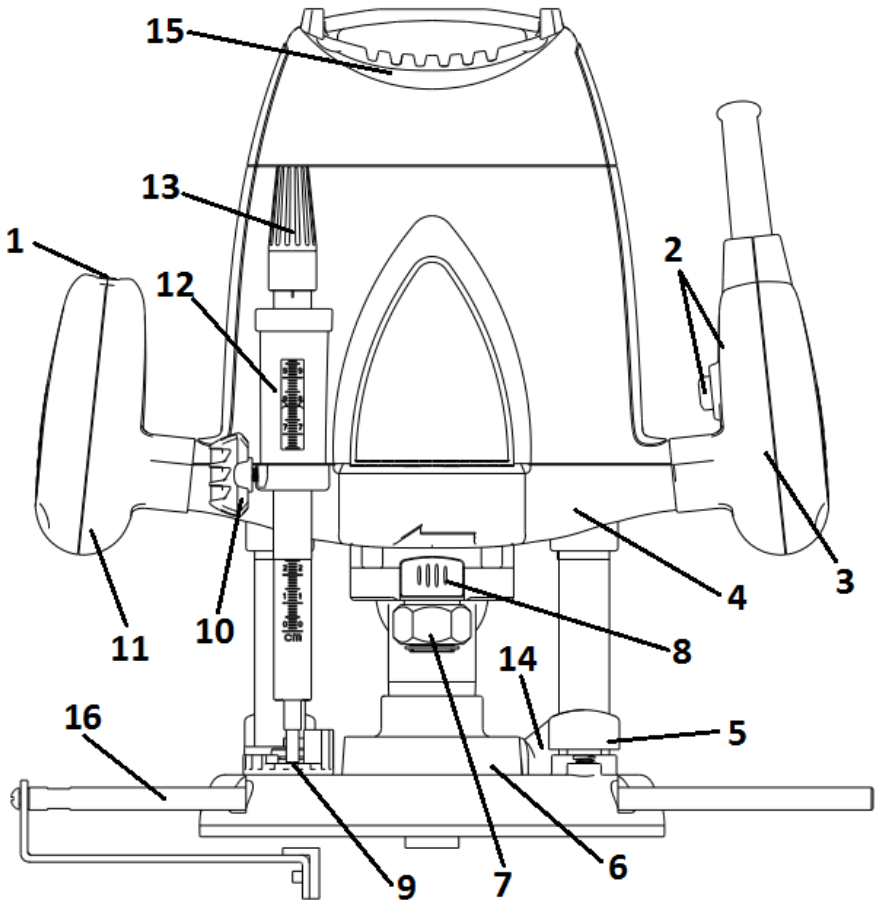

Рисунок 1
Фреза фіксується та самоцентрується по циліндричній поверхні хвостовика при затягуванні патрону (7) (рис.1) гайковим ключем з комплекту. Контроль глибини фрезерування здійснюється за шкалами (12) та (13), при цьому механізм має достатній вертикальний хід.
Ступеневий упор (9) (рис.1), з опорними поверхнями, які слугують для обмеження глибини фрезерування, має можливість повороту навколо своєї осі, що дозволяє ступінчасто та швидко змінювати глибину фрезерування.
Швидкість обертання шпинделя змінюється в широких межах маховичком регулятора (1, рис. 1). При використанні виробу не докладайте зайвих зусиль. Надмірні зусилля від подачі перевантажує механізм і двигун, що прискорює можливість виходу виробу з ладу та знижує продуктивність.
- перевести обмежувач глибини фрезерування (12, рис. 1) у положення для максимальної глибини обробки;
Під час налаштування глибини фрезерування слід пам'ятати, що якщо вона становить 3 мм або кратна 3мм, то в процесі роботи необхідна глибина фрезерування може бути досягнута поступово в кілька проходів. З цією метою виріб оснащений ступеневим поворотним упором-обмежувачем (9, рис. 1), який дозволяє поступово збільшувати заглиблення фрези, не налаштовуючи її при цьому описаним вище способом: спочатку фрезерування виконується на мінімальній глибині (перше положення з найвищою опорною поверхнею), а потім доходить до останнього положення. При кожному повороті обмежувача заглиблення фрези збільшується.
Зміну швидкості обертання здійснюють за допомогою коліщата регулятора швидкості обертання шпинделя (1, рис. 1) на корпусі виробу.
4.2.3 Плавню підведіть фрезу до поверхні заготовки, поки обмежувач глибини фрезерування (12, рис. 1) не торкнеться нижньої сходинок ступінчастого упору (9, рис. 1).
4.2.6 Якщо глибина фрезерування перевищує 3 мм, обробляйте заготовку за кілька проходів, знімаючи за один прохід невеликий шар матеріалу. Для цього використовуйте ступеневий упор (9, рис. 1). Спочатку встановіть необхідну кінцеву глибину фрезерування з використанням ступеневого упору і почніть вибірку з найвищої сходинок, опускаючи фрезу з кожним проходом на сходинок нижче.